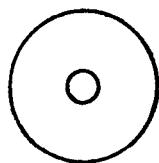

图 2 阴极片图形。
(1) 将石英管(内径约 15~20 毫米)用去污粉擦洗干净,在洗液中约泡 12 小时以上,然后用去离子水冲洗干净。
(2) 用 $\text{HF}:\text{H}_2\text{O}=1:1$ (或 $1:2$) 泡 1 小时左右,用热去离子水冲洗 15 次以上,放在 120°C 真空烘干箱中烘 1 小时以上。
(3) 按金:锑:砷:铋 = $99.48:0.4:0.02:0.1$ 配比,在万分之一精密天平中称量好,装入石英管中(每管约 60~80 克)最多不要超过 100 克(注意:铋量可以少一些,绝不能多,否则碾压时容易破裂)。
(4) 在 10^{-3} 毫米汞柱真空度下用火焰稍稍烤干水汽后密封(注意温度不要高于 90°C ,否则砷将蒸发)并烧上石英管作为把手。
(5) 在 $1100\sim 1200^\circ\text{C}$ 扩散炉中,熔合 2 小时,约 10 分钟左右摇晃一次,然后迅速拉出扩散炉外冷却。
(6) 打碎石英管,取出合金,在 320°C 左右的真空炉中退火一次。
(7) 在碾压机上压成厚度约 0.045~0.05 毫米。
(8) 冲成无毛刺圆片,其形状如图 2 所示。